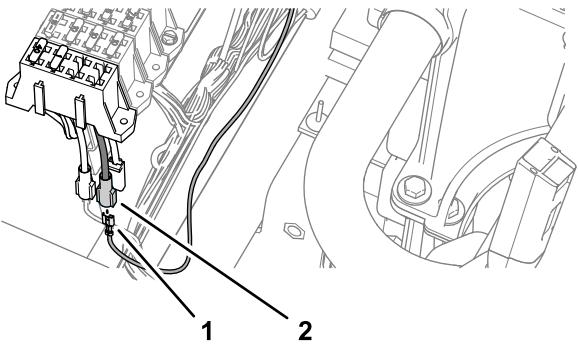

Рисунок 154
1. Вставьте клемму жгута проводов питания модема с маркировкой SWITCHED [КОММУТИРУЕМЫЙ] в гнездовой разъем питания вспомогательных устройств блока предохранителей (Рисунок 154).